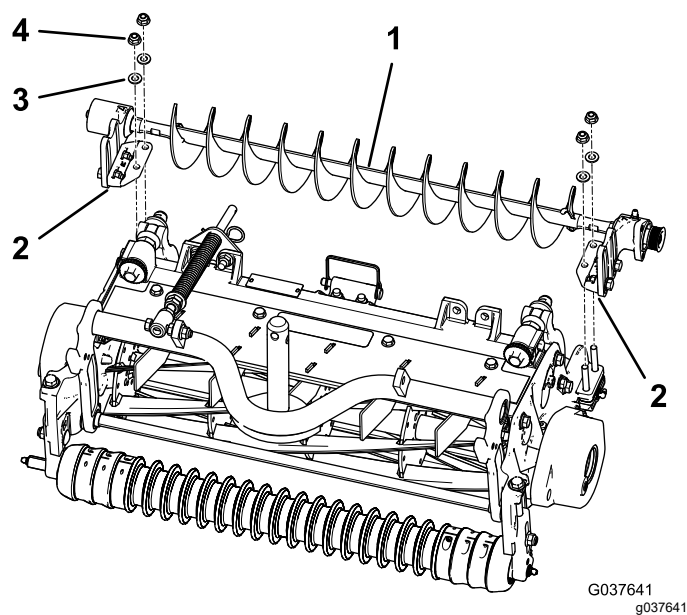

图 9
4. 将左侧或右侧的滚筒刷组件安装支架固定到滚筒支架螺栓上图 9。